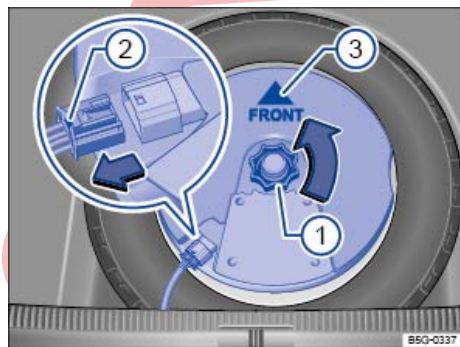

Fig. 276 En el maletero: desmontar el subwoofer.
- Desenrosque la ruedecilla ⇒ fig. 276 ① en el sentido contrario al de las agujas del reloj (flecha).
- Para desbloquear el conector, presione el bloqueo que hay en el extremo del conector ②. ▶